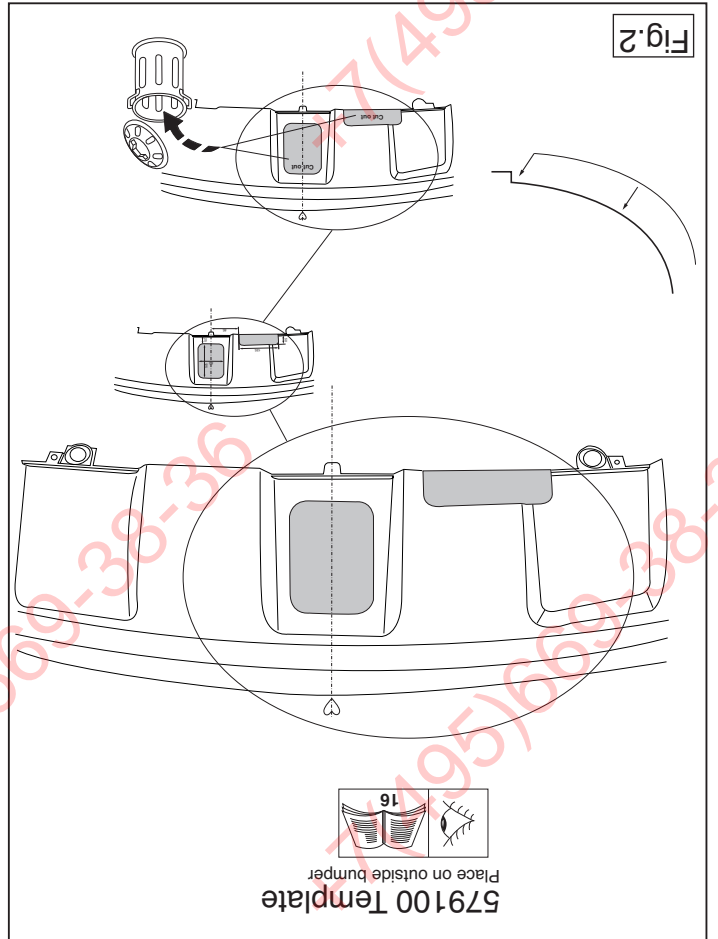

Fig. 2
(place the template on the outside of the bumper). See figure 2.
13. Scier la partie du pare-chocs indiquée avec le gabarit. (Placer le gabarit sur le côté extérieur du pare-chocs). Voir la figure 2.